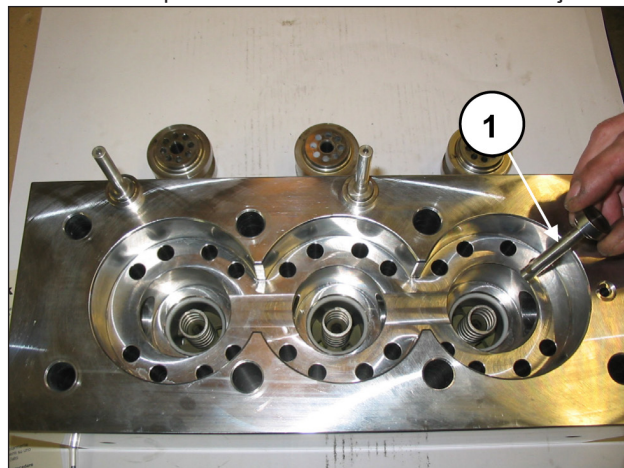
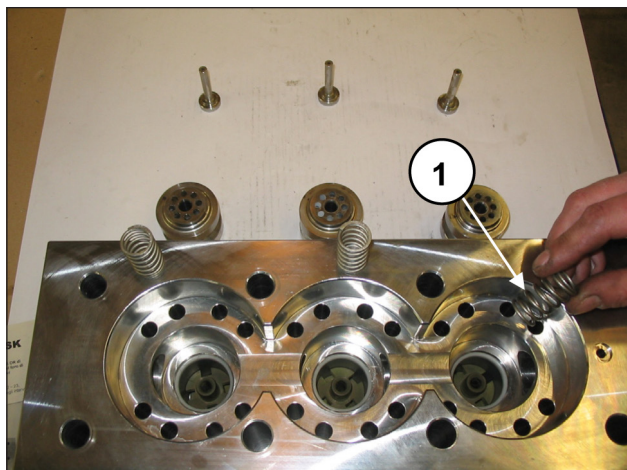
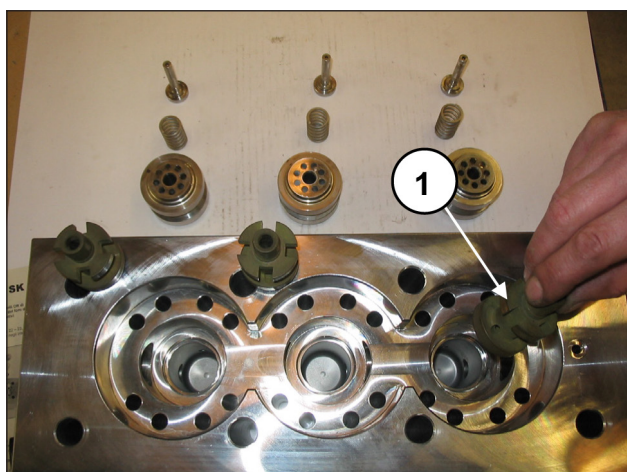

Fig. 117
Fig. 118
Fig. 119
Extraia pratos de fluxo (pos. ①, Fig. 117) e as respectivas guias (pos. ①, Fig. 119) com as respectivas molas (pos. ①, Fig. 118), verifique o seu status de desgaste e execute, se necessário, eventuais substituições e, de qualquer maneira, nos intervalos indicados no capítulo 11 do **Manual de uso e manutenção**.